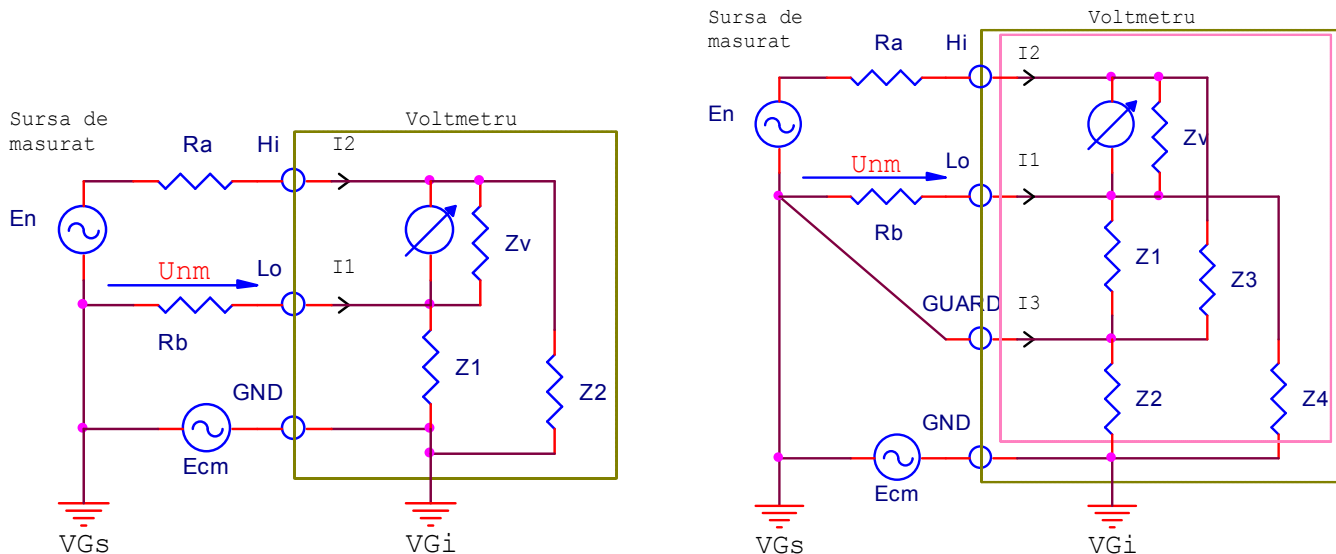

Fig. 2. Conexiuni ale sursei de măsurat la bornele voltmetrului.
6. Pentru voltmetrul de c.a. cu 3 borne din Fig. 2 (stînga) să se determine CMRR_{dB} la frecvențele (a) 100KHz (b) 50Hz și (c) în curent continuu, cunoscînd valorile componentelor parazite: Z_1 este format din $R_1=100\text{M}\Omega \parallel C_1=2\text{nF}$ și Z_2 este format din $R_2=500\text{M}\Omega \parallel C_2=50\text{pF}$. Rezistențele cablurilor/bornelor de legătură $R_a=R_b=15\Omega$.
7. Pentru voltmetrul din Fig. 2 (stînga): a) să se calculeze eroarea absolută comisă din cauza CMRR, știind că între cele 2 prize de pămînt există o diferență de potențial $V_{GS}-V_{GI} = 50\text{V}$ la $f=50\text{Hz}$. *Indicație:* eroarea absolută este tocmai tensiunea echivalentă pe mod
8. Un tehnician trebuie să facă măsurători la un voltmetru cu 4 borne ca în Fig. 2 (dreapta), la care circuitul de intrare este ecranat, și ecranul (figurat prin linia punctată interioară) este conectat la borna "Guard". Se dau valorile: $Z_1, Z_2 = 100\text{ M}\Omega \parallel 5\text{ nF}$, $Z_4 = 1\text{ G}\Omega \parallel 30\text{ pF}$, $R_a = R_b = 15\Omega$. a) Întrucât tehnicianul nu știe ce să facă cu borna de gardă, el o lasă "în aer" (legătura desenată oblic nu este făcută). Calculați $CMRR_{dB}$ la 50Hz și în curent continuu. b) vine inginerul și conectează borna "Guard" la masa sursei, ca în Fig. 2 (dreapta). Calculați din nou $CMRR$. Argumentați care situație este mai favorabilă și de ce. *Indicație:* pe schema din Fig. 2 (dreapta) aparent $(Z_1 + Z_2) \parallel Z_4$ și, datorită valorilor foarte diferite, Z_4 este neglijabil, și s-ar putea pune întrebarea de ce se mai desenează în circuit. În realitate, lucrurile stau așa: - în cazul în care garda nu este conectată, într-adevăr au efect doar Z_1 și Z_2 ; se observă că suma lor este doar un pic mai mare decât Z_1 din Fig. 2 (stânga), deci existența ecranului de gardă aduce o îmbunătățire, dar este mică; - în cazul conectării corecte a găzii (linia oblică), Z_1 are cele 2 borne aproape echipotențiale (potențialul V_{GS}), ceea ce înseamnă că Z_1 nu mai are aproape niciun efect în circuit, ca și când nu ar exista în schemă decât Z_2 (prin care trece cea mai mare parte a curentului) și Z_4 (care modelează calea de curent rezidual foarte mic, dar totuși nenul). Prin urmare, în acest caz, Z_1 nu se ia în calcul.